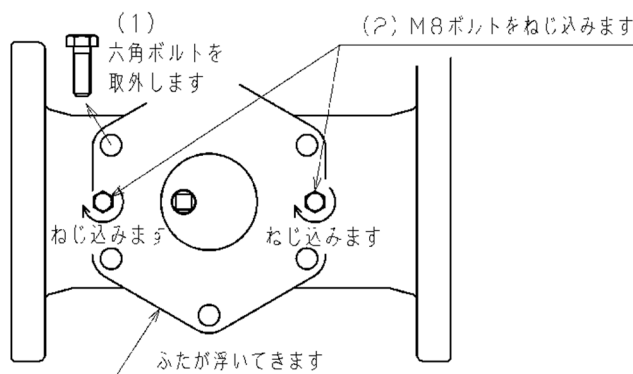

図7 SU-50・50H型ふたの取外し(上面図)
- (1) 六角ボルト⑦を取外してください。
- (2) ふた②を取外してください。ふたが取外せない場合は、ふたのねじ穴(2ヶ所)にM8ボルトをふたが浮いてくるまでねじ込み、(図7参照)ふたを取外してください。ふた取外し後、M8ボルトは取外してください。
- (3) 本体①からスクリーン④を取出し、圧縮空気や洗剤等で掃除してください。